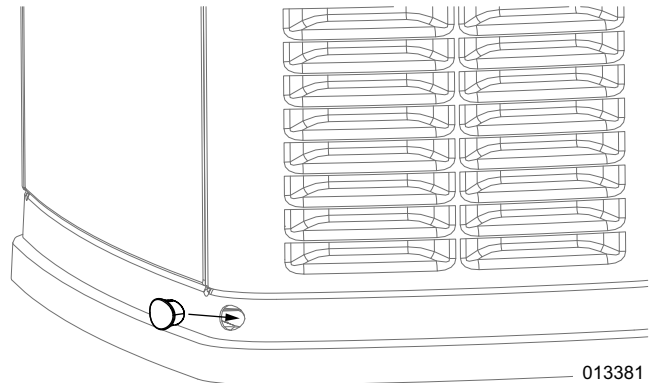

Figura 4-4. Instalação de plugues para a base
3. Consulte Figura 4-4. Instale os plugues para a base na base do gerador.